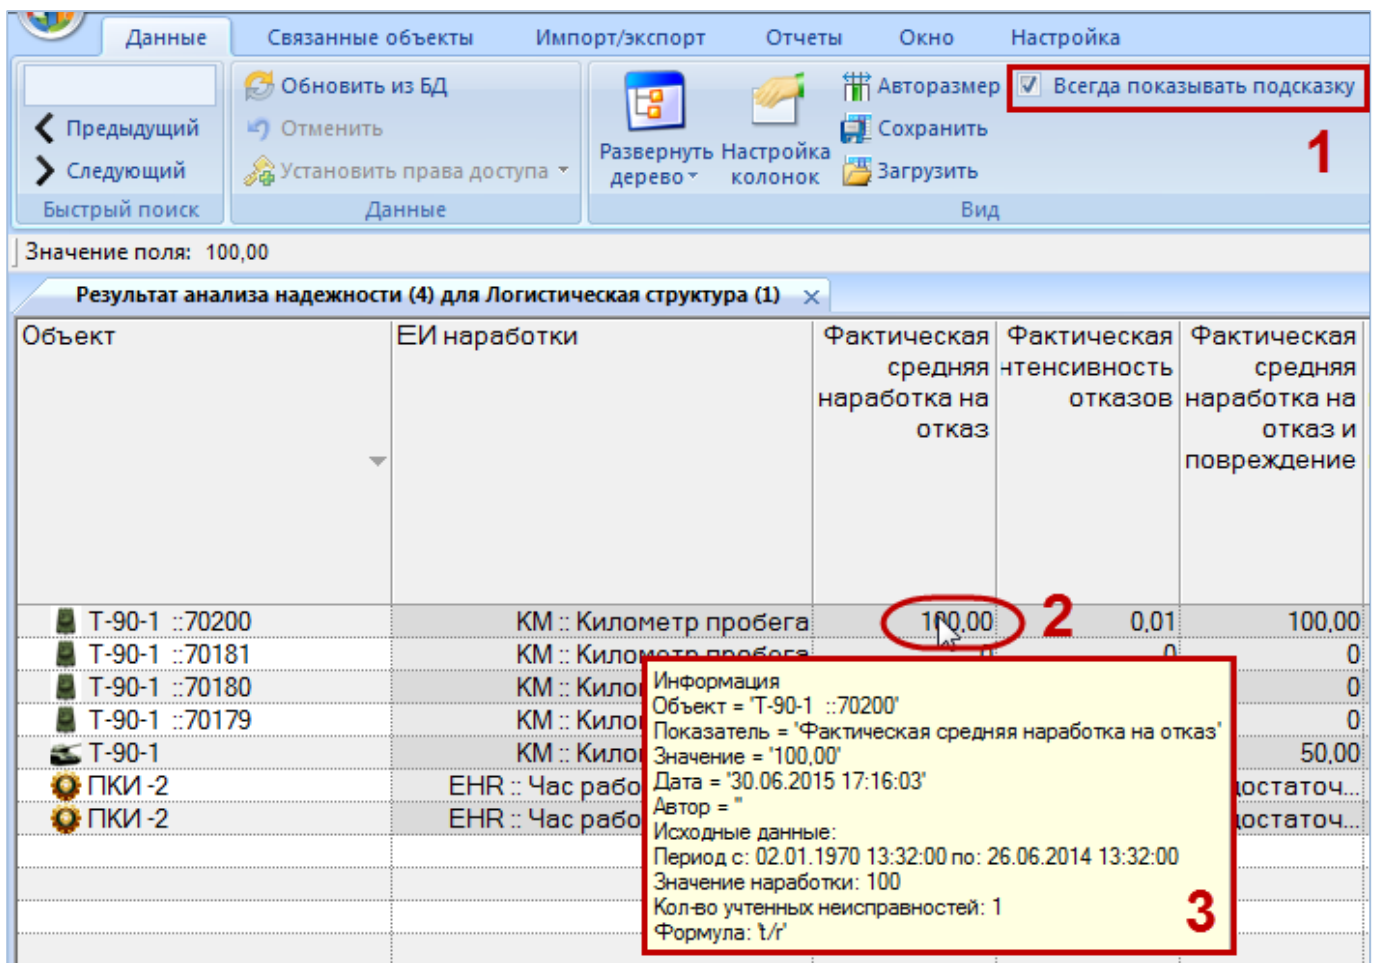

Рис. 29-9 – Краткая информация об исходных данных, использованных в расчете
18) Для отображения общей сводки по исходным данным для расчета какого-либо показателя необходимо перейти в окно «Результаты анализа надежности» и на вкладке «Данные» установить флаг в поле «Всегда показывать подсказку» (1 на рис. 29-9).
19) Навести курсор на ячейку со значением показателя (2 на рис. 29-9). Во всплывающем окне будут выведены основные сведения об исходных данных, которые использовались для расчета данного показателя (3 на рис. 29-9).